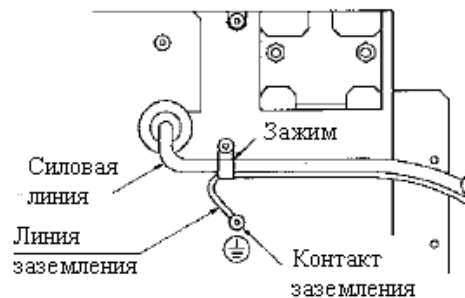

Рис. 15
- Соедините силовой кабель и линию заземления одним зажимом, чтобы исключить натяжение кабелей и механическое воздействие на клемму заземления (см. Рис. 15).